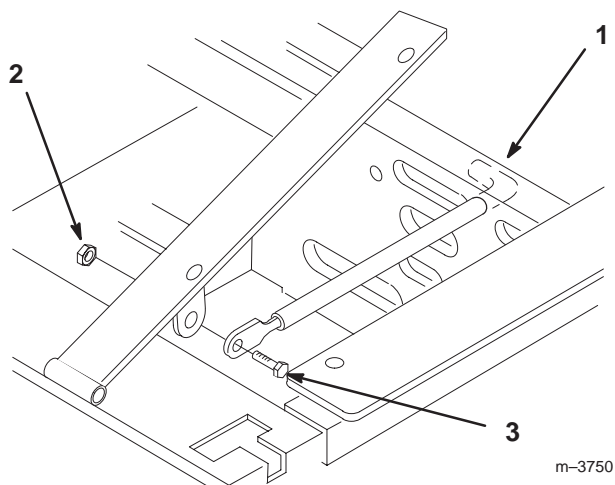

Figure 3
1. Basculez le siège en avant. Enlevez le contre-écrou (5/16") qui est vissé sur le boulon fixant la tige sur l'armature du siège (Fig. 3).
2. Retirez la tige de maintien du siège et insérez l'extrémité en L dans le trou situé juste au-dessus du côté gauche de la pompe hydraulique (Fig. 3).
3. Placez la tige de maintien du siège à l'extérieur de la patte de montage de l'armature du siège et fixez-la en place à l'aide d'un boulon (5/16 x 1") et d'un contre-écrou (5/16") (Fig. 3).